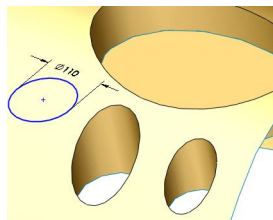

图 7-185 绘制草图
(7) 单击曲面的底面,使其成为草图绘制平面。单击【标准视图】工具栏中的 $\text{⬇}$ 【正视图】按钮,并单击【草图】工具栏中的 $\text{✎}$ 【草图绘制】按钮,进入草图绘制状态。单击【草图】工具栏中的 $\text{⦶}$ 【圆弧】按钮和 $\text{✎}$ 【智能尺寸】按钮,绘制草图并标注尺寸,如图7-185所示。